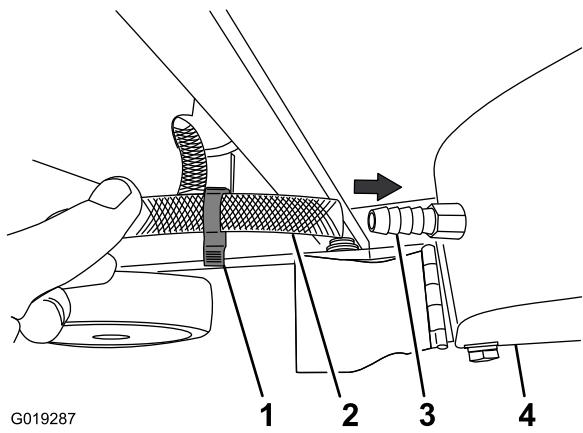

Figura 34
- Coloque la abrazadera que retiró en el paso 2 de Cambio de posición de la manguera de agua (página 24) sobre el extremo libre de la manguera de agua (Figura 34).
- Alinee el extremo de la manguera de agua con la espiga del protector del disco (Figura 34).